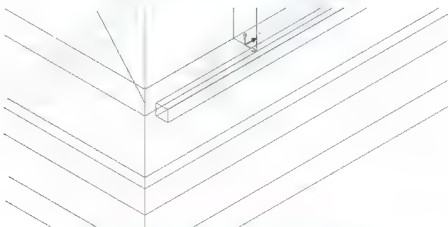

图 6.65 向 Z 轴正方向移动 120mm 后的窗台线
- ① 启动【移动】命令（快捷键 M）。
- ② 在选择对象：提示下，选择刚才建立的窗台线模型。
- ③ 在指定基点或 [位移(D)] 位移：提示下，在绘图区域单击任意一点作为移动的基点。
④ 在指定基点或 [位移(D)] 位移：提示下，指定第二个点或<使用第一个点作为位移>：提示下，输入“@0, 0, 120”，表示将窗台线模型向 Z 轴正方向移动 120mm，结果如图 6.65 所示。